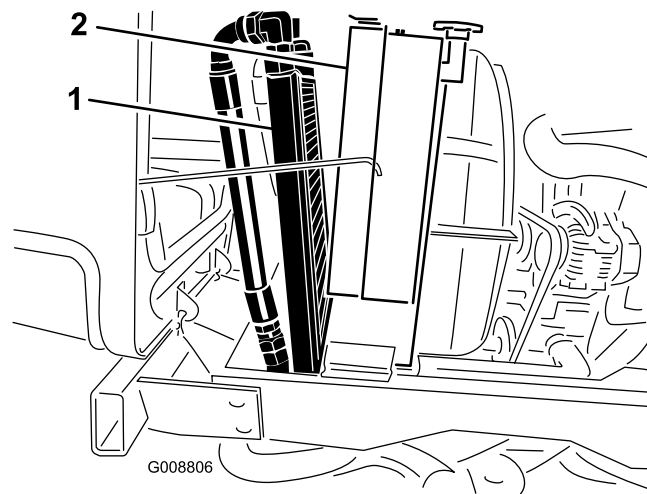

Figura 68
3. Gire el enfriador hacia atrás. Limpie a fondo ambos lados del enfriador de aceite y la zona del radiador (Figura 68) con aire comprimido. Empezando en la parte del ventilador, sopla los residuos hacia la parte trasera. Luego, limpie desde atrás, soplando los residuos hacia adelante. Repita este procedimiento varias veces hasta eliminar todos los residuos.